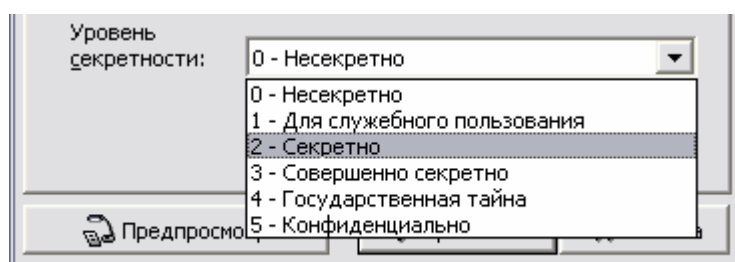

Рис. 8.59
9. Введите **уровень секретности** отчета, выбрав его из выпадающего списка (Рис. 8.59). Заданный уровень секретности будет виден при печати отчета в верхнем колонтитуле.